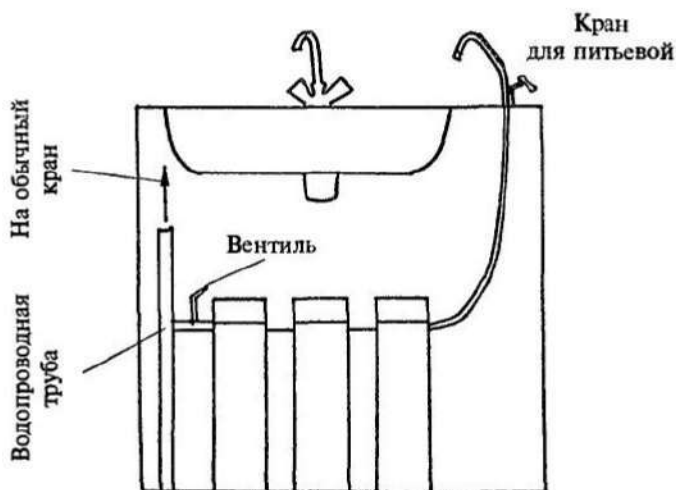

Рис. 6. Стационарный фильтр из трех патронов
- можно использовать не один, а два-три патрона с картриджами (рис. 6), реализующими разную технологию очистки (например, механический, ионообменный и сорбционный фильтры), и тогда ваш фильтр превратится в двух- или трех-уровневую систему очистки воды (такой способ реализован в системах «Аквафора», «Гейзера» и фильтрах других фирм);